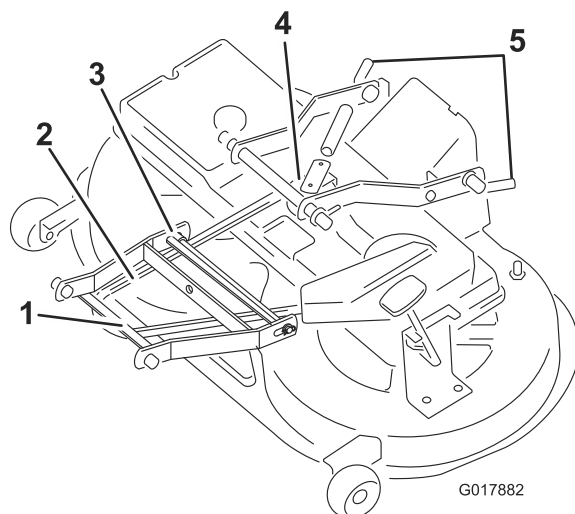

Figure 45
9. Tirez le bras de la poulie de tension vers l'intérieur et déposez la courroie trapézoïdale de la poulie (Figure 45).
11. Retirez la goupille entre la tringlerie du bras avant et le carter de tondeuse (Figure 45).
12. Enlevez la courroie trapézoïdale de la poulie du moteur (Figure 45).